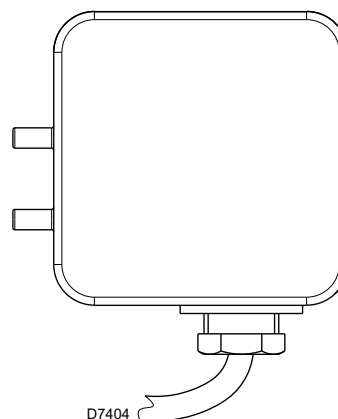

Abb. 24
- Stellen Sie den Luftdruckwächter (Abb. 24) auf den Skalenanfangswert ein.
Führen Sie die Einstellung des Luftdruckwächters (Abb. 24) aus, nachdem alle anderen Einstellungen des Brenners bei auf den Skalenanfang eingestellten Luftdruckwächter vorgenommen wurden. Mit Brenner auf verlangter Leistungsstufe langsam den Einstellungsdruck erhöhen, indem Sie den dafür vorgesehenen Drehgriff im Uhrzeigersinn bis zur Abschaltung des Brenners drehen. Dann den Drehgriff um zirka 20% des eingestellten Wertes gegen den Uhrzeiger drehen und anschließend den korrekten Anlauf des Brenners überprüfen. Blockiert der Brenner erneut, muss der Drehgriff nochmals geringfügig im Uhrzeigersinn gedreht werden.